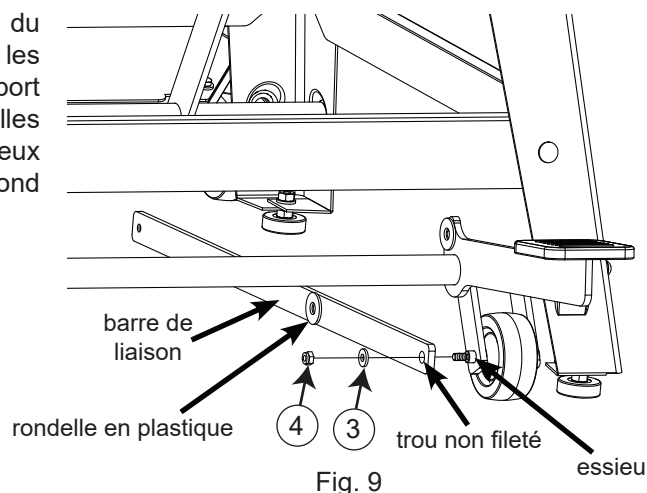

Fig. 9
9. Ensuite, installez la barre de liaison entre le support de roue et le support de roulette. Pour ce faire, retirez l'écrou hexagonal en nylon M6 et la rondelle M6 de l'essieu de la roue la plus proche du coussinet plantaire (il s'agit de l'écrou qui n'a pas été serré à l'étape 3), mais ne retirez ni l'essieu ni la roue. Localisez la barre de liaison et notez qu'elle comporte un trou non fileté à une extrémité et une rondelle en plastique collée au milieu de la barre de liaison. Positionnez la barre de liaison de sorte que la rondelle en plastique soit orientée vers l'intérieur du support et faites glisser le trou non fileté, situé à l'extrémité de la barre de liaison sur l'épaulement exposé sur l'essieu, comme indiqué à la fig. 9. Réinstallez la rondelle M6 et l'écrou hexagonal en nylon M6 sur l'essieu et serrez à fond l'écrou avec une clé de 10 mm et une clé hexagonale de 5 mm.